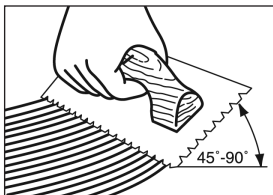

Figure 9
- Tenir la truelle à un angle d'au moins 45° (Figure 9), fermement contre le plancher brut afin d'obtenir un taux d'étalement de 4 à 5,5 m2/gal (40 à 60 pi2/gal US) (30 à 35 pi2/gal) pour l'adhésif Summit tout-en-un Summit incluse). La truelle laisse des cannelures d'adhésif et très peu d'adhésif entre les cannelures. Ainsi, vous pourrez toujours voir les lignes de craie entre les stries et appliquer l'adhésif selon le taux d'étalement recommandé.